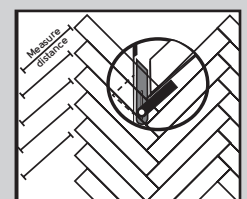

Fig. 9
10. Het snijden en leggen van de planken aan de muren moet als volgt gebeuren: - Meet en markeer de planken zoals getoond in het schema. De hoek van de muur kan worden bepaald met een winkelhaak (zie verder) (Fig. 9).